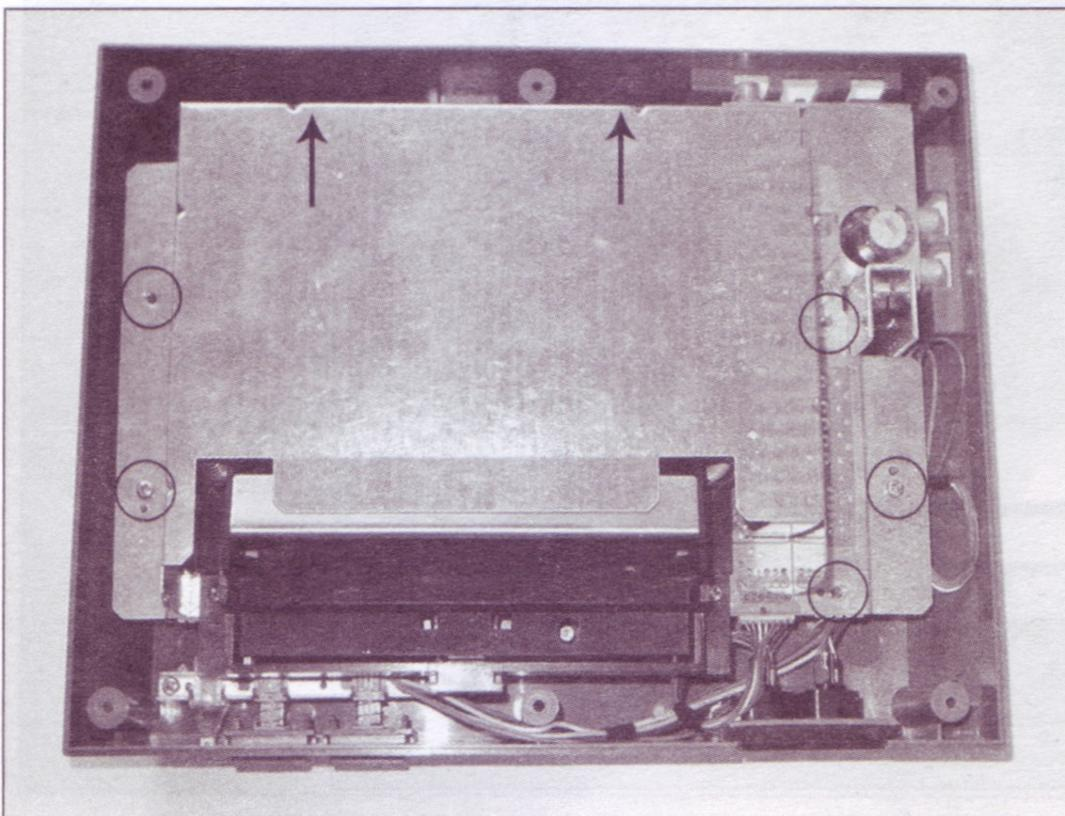

Figura 6.6 Rimozione delle sette viti dallo schermo RF.
- A questo punto rimuovete le sette viti che fissano lo schermo RF nella parte superiore della scheda dei circuiti principale, come indicato nella Figura 6.6. Ci sono due viti sul retro, due sul lato sinistro e tre sul lato destro.